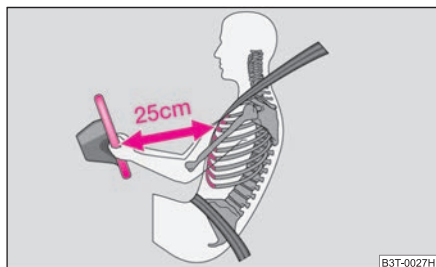

Fig. 120 Distancia de seguridad con respecto al volante
- El conductor se ha de mantener a una distancia mínima de 25 cm del volante ⇒ fig. 120. Si no respeta la distancia mínima, el sistema de airbag no puede protegerle – ¡Peligro mortal!